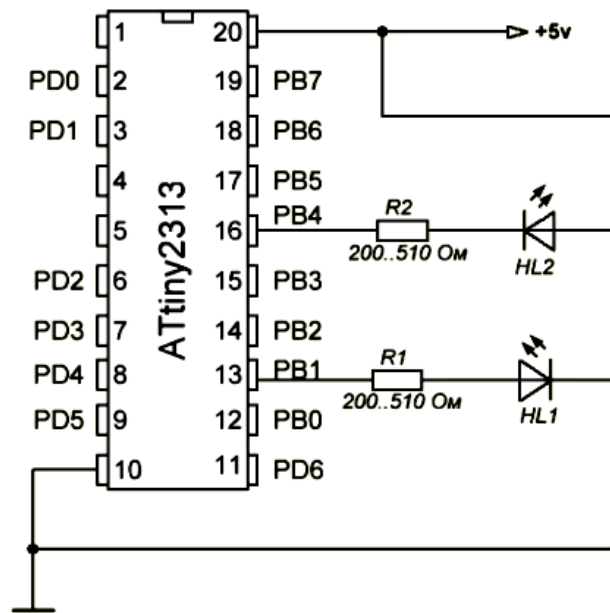

Рис.1.19. Схема для программирования микроконтроллера
Эта совокупность команд выдает единицы на выход порта В. Если собрать схему, представленную на рис.1.19, то светодиод HL1 должен гореть, а HL2 - нет.
3. Для схемы на рис.1.19 запрограммировать порт В таким образом, чтобы светодиод HL2 загорелся. В предыдущей программе PORTB настроен на выход и равен единице, поэтому HL2 не горит. Программу занести в отчет. Откомпилировать программу, добиться устранения ошибок.